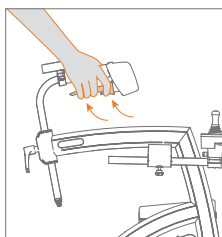

Figura 28: Applicare il freno di stazionamento.
- c. Vuoi usare il freno di stazionamento per assicurarti che il rollator non rotoli via? Per prima cosa spremere le maniglie dei freni e contemporaneamente premere le leve del freno di stazionamento. Quindi rilasciare i freni. Il deambulatore è ora in posizione di parcheggio (**Figura 28**).